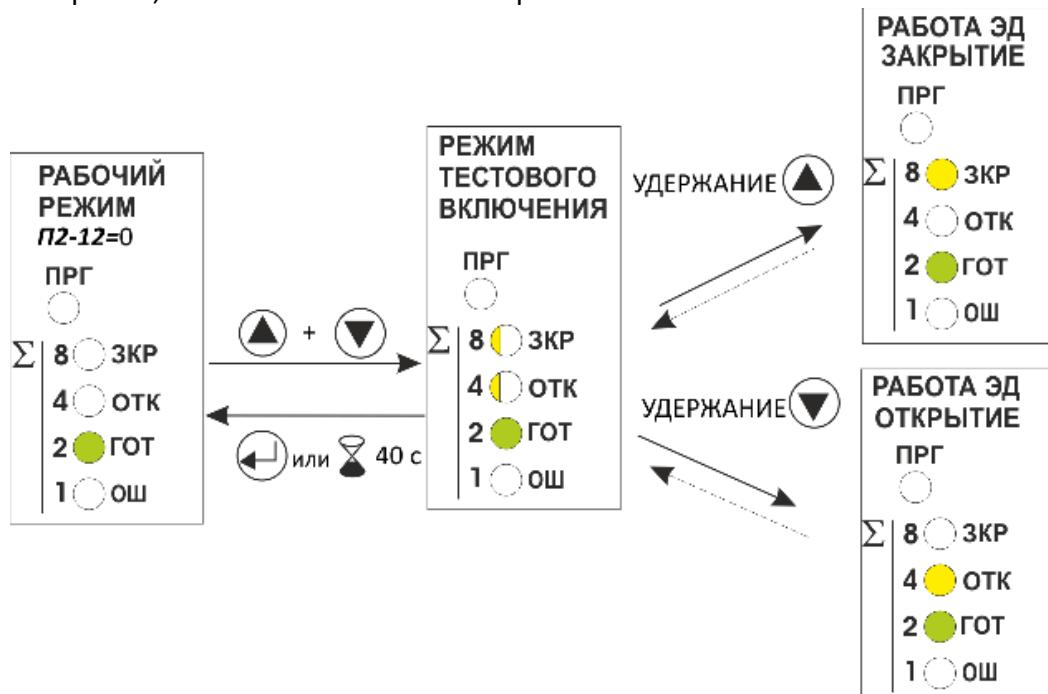

Рисунок 11 - Схема работы режима тестового включения (уставка **П2-12=0**)
1.12.2 Режим тестового включения доступен для включения при значении уставки **П2-12=0** ( заводская настройка) и может быть включен по одновременному нажатию кнопок **▲** и **▼** (рис. 11). После этого нажатием **▲** или **▼** осуществляется включение электродвигателя в направлении «Закрыть» или «Открыть», кнопкой **⊕** отключение режима.